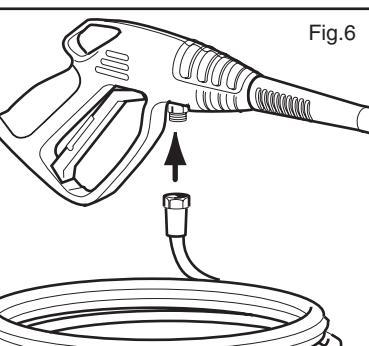
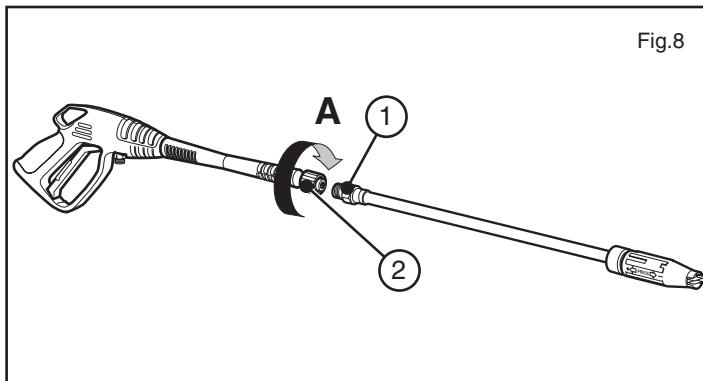

Fig.6
Fig.8
De machine inschakelen door de knop (fig. 7, pos. 1) in te drukken en een paar minuten laten lopen om vuil en luchtbellen uit het hydraulische systeem te verwijderen, dan uitschakelen, de hogedrukslang op het pistool (fig. 6) aansluiten en de straalpijp (fig. 8) monteren.
Om de lans aan het pistool te monteren is het nodig het bewerkte deel van de lans (pos.1) in het gat van het pistool te doen (pos.2), dan schroeft u de lans in de richting van de pijl (A) tot de bevestiging compleet is (zie fig 8).